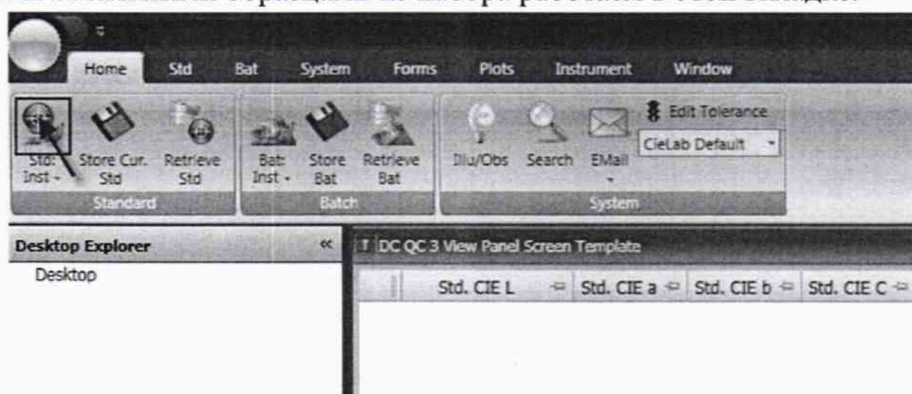

Рисунок 9
8.4.1.3 Для проведения измерений нужно поместить эталонный образец в устройство и нажать на верхнюю половину кнопки «Std:Inst/Стандартный образец/Устройство» (см. рисунок 9). На первый образец из набора создаем стандарт. И со всеми остальными образцами из набора работаем в этой вкладке.